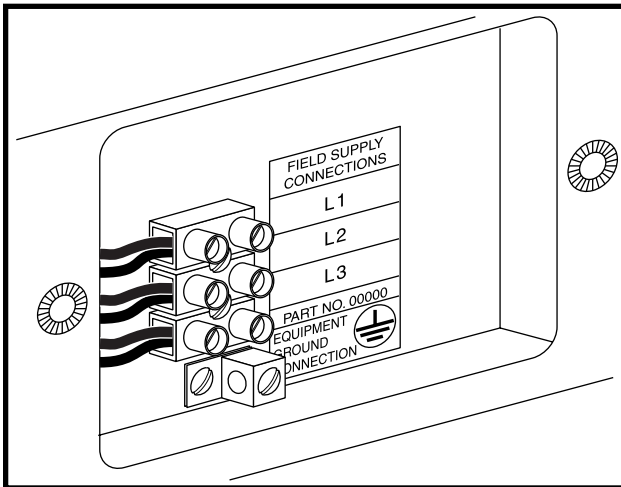

Figura 9. Bloque de conexiones de CA
2. Consulte la Figura 9 para usar un voltímetro a fin de comprobar la presencia de voltaje.